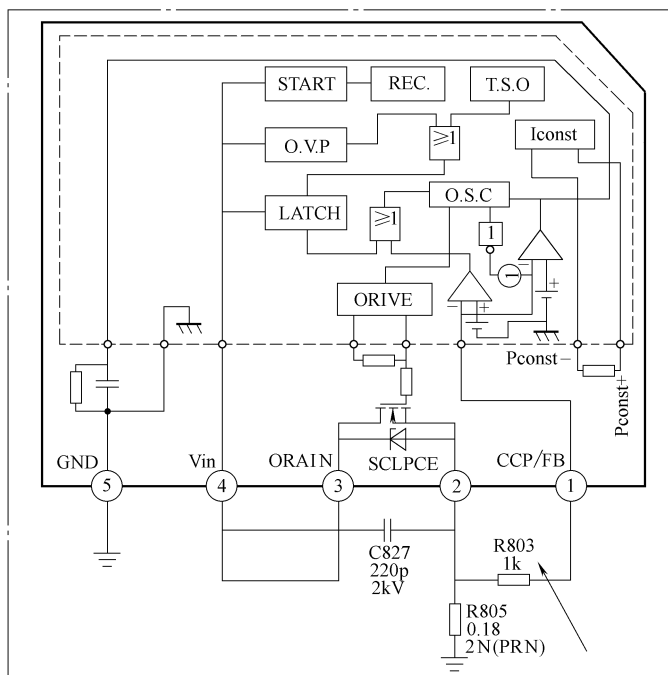

图 5-7 电阻 R803 相关电路截图
- 1) 造成开关电源电路不工作有两个原因：①稳压环路出现故障；②启动电源电路出现故障。
- 2) 电阻 R803 相关电路截图如图 5-7 所示。